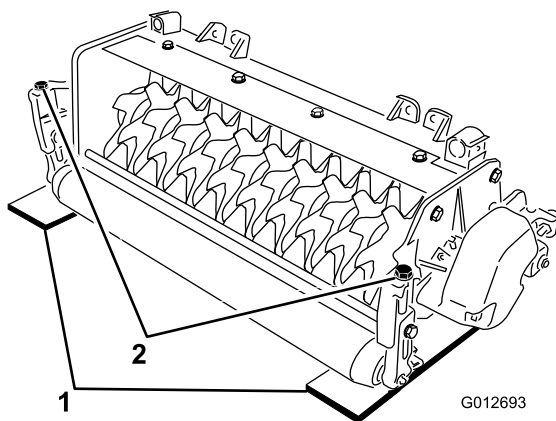

図 4
2. 希望する深さ（刃が地面に食い込む深さ）と同じ厚さのゲージバーを 2 枚用意し、ユニットの左右で後ローラとバーチカッター・リールの下にあてがう（図 4）。
3. 各刈高ブラケットについている調整ボルト (図 4) を使って、リール刃の両端を床に接触させる。